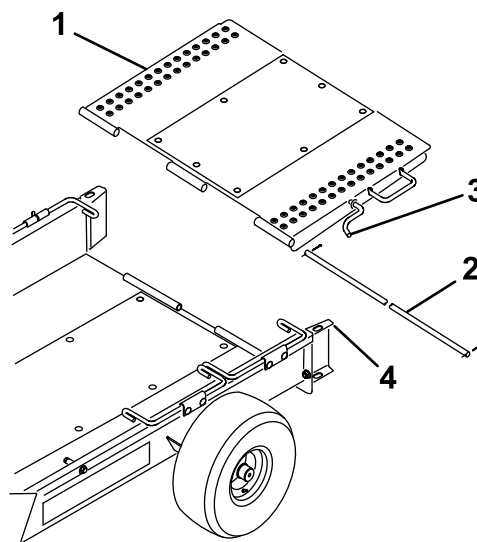

图4
- 6. 将拖车坡道向上转动并将坡道门锁挂入车轮导轨顶部的孔中图4。
- 5. 用铰链杆和 2 个开口销将拖车坡道安装到拖车底板的后面图4。
8. 将拖车坡道向上转动并将坡道门锁挂入车轮导轨顶部的孔中图4。